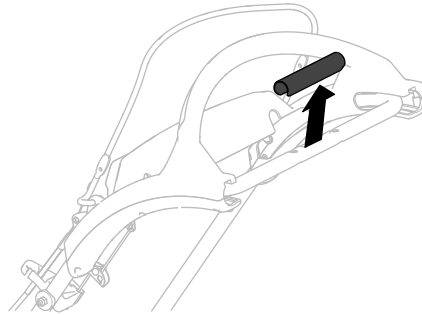

Figura 1
3. Îndepărtați capacul mânerului (Figura 1).